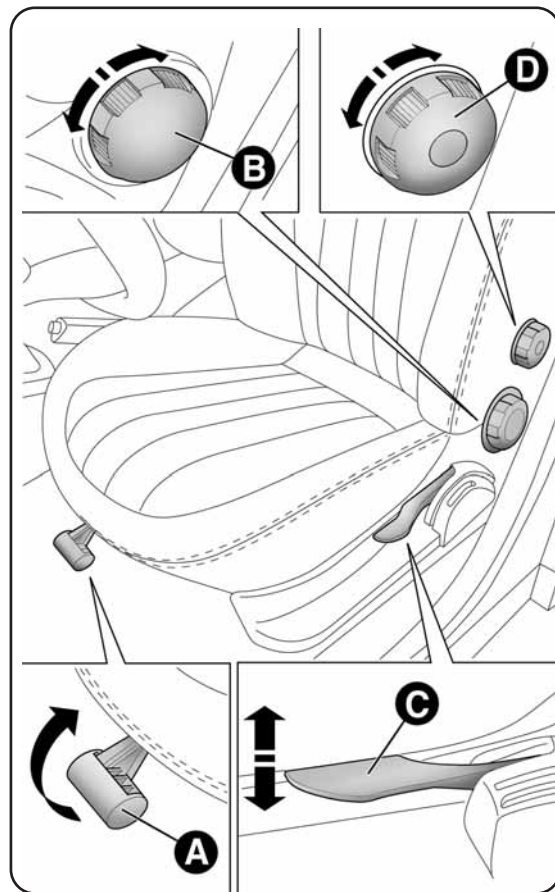

fig. 16
Regolazione in senso longitudinale fig. 16
Regolazione inclinazione dello schienale fig. 16
**Regolazione in altezza fig. 16**
Regolazione lombare (sedile lato guida) fig. 16